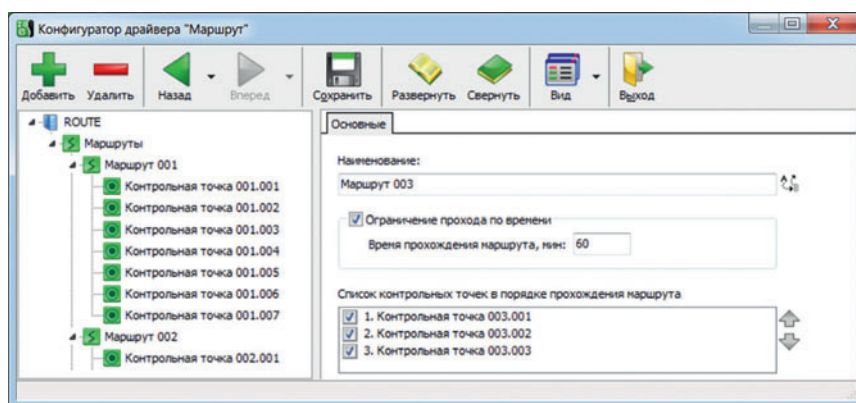

Рис. 1. Главное окно конфигуратора «Бастион-2 – Маршрут»
- создание до 200 маршрутов движения (рис. 1);